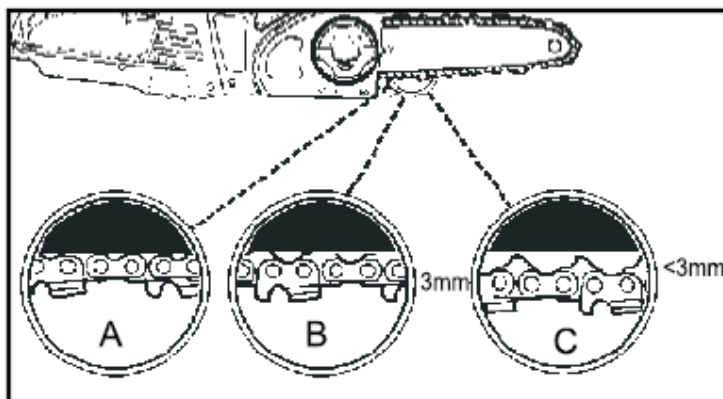

Fig. 3
! ATTENZIONE : Se una catena è troppo larga o troppo stretta, i cuscinetti della catena e della sega si consumano più rapidamente. Studio Fig. 3 per informazioni sulla tensione fredda corretta (A), la corretta tensione calda (B) e una guida per i casi in cui è necessario regolare la catena della sega (C).
! ATTENZIONE: catena troppo allentata se più di 3 mm dopo l'applicazione della forza con il dito come mostrato in Fig. 3.